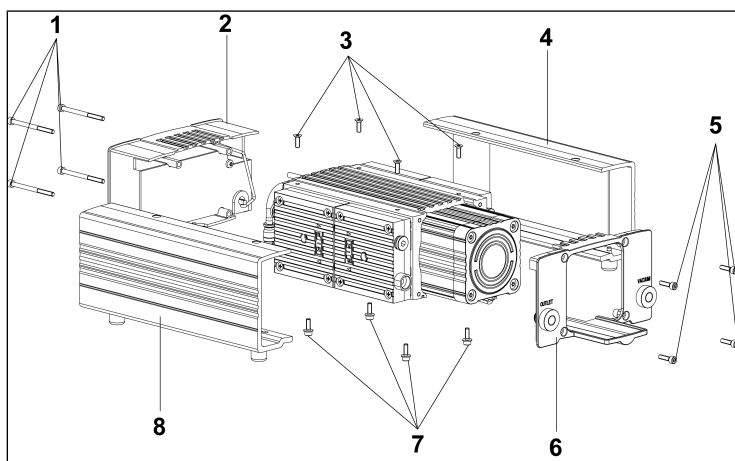

Fig.4: Rimozione carcassa della pompa
1. Allentare le viti (1/Fig. 4, 3, 5 e 7) e rimuovere le parti della carcassa della pompa (2/Fig. 4, 4, 6 e 8).
1. Applicare le parti della carcassa della pompa (2/Fig. 4, 4, 6 e 8) sulla pompa e serrare le viti (1/Fig. 4, 3, 5 e 7).